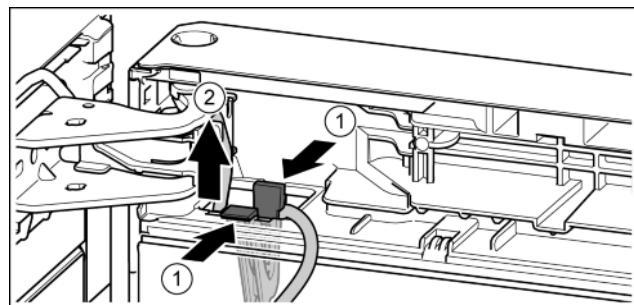

Fig. 23
- Нажать на соединительную накладку. Fig. 23 (1)
- Вынуть держатель кабеля с закрепленным на нем кабелем. Fig. 23 (2)